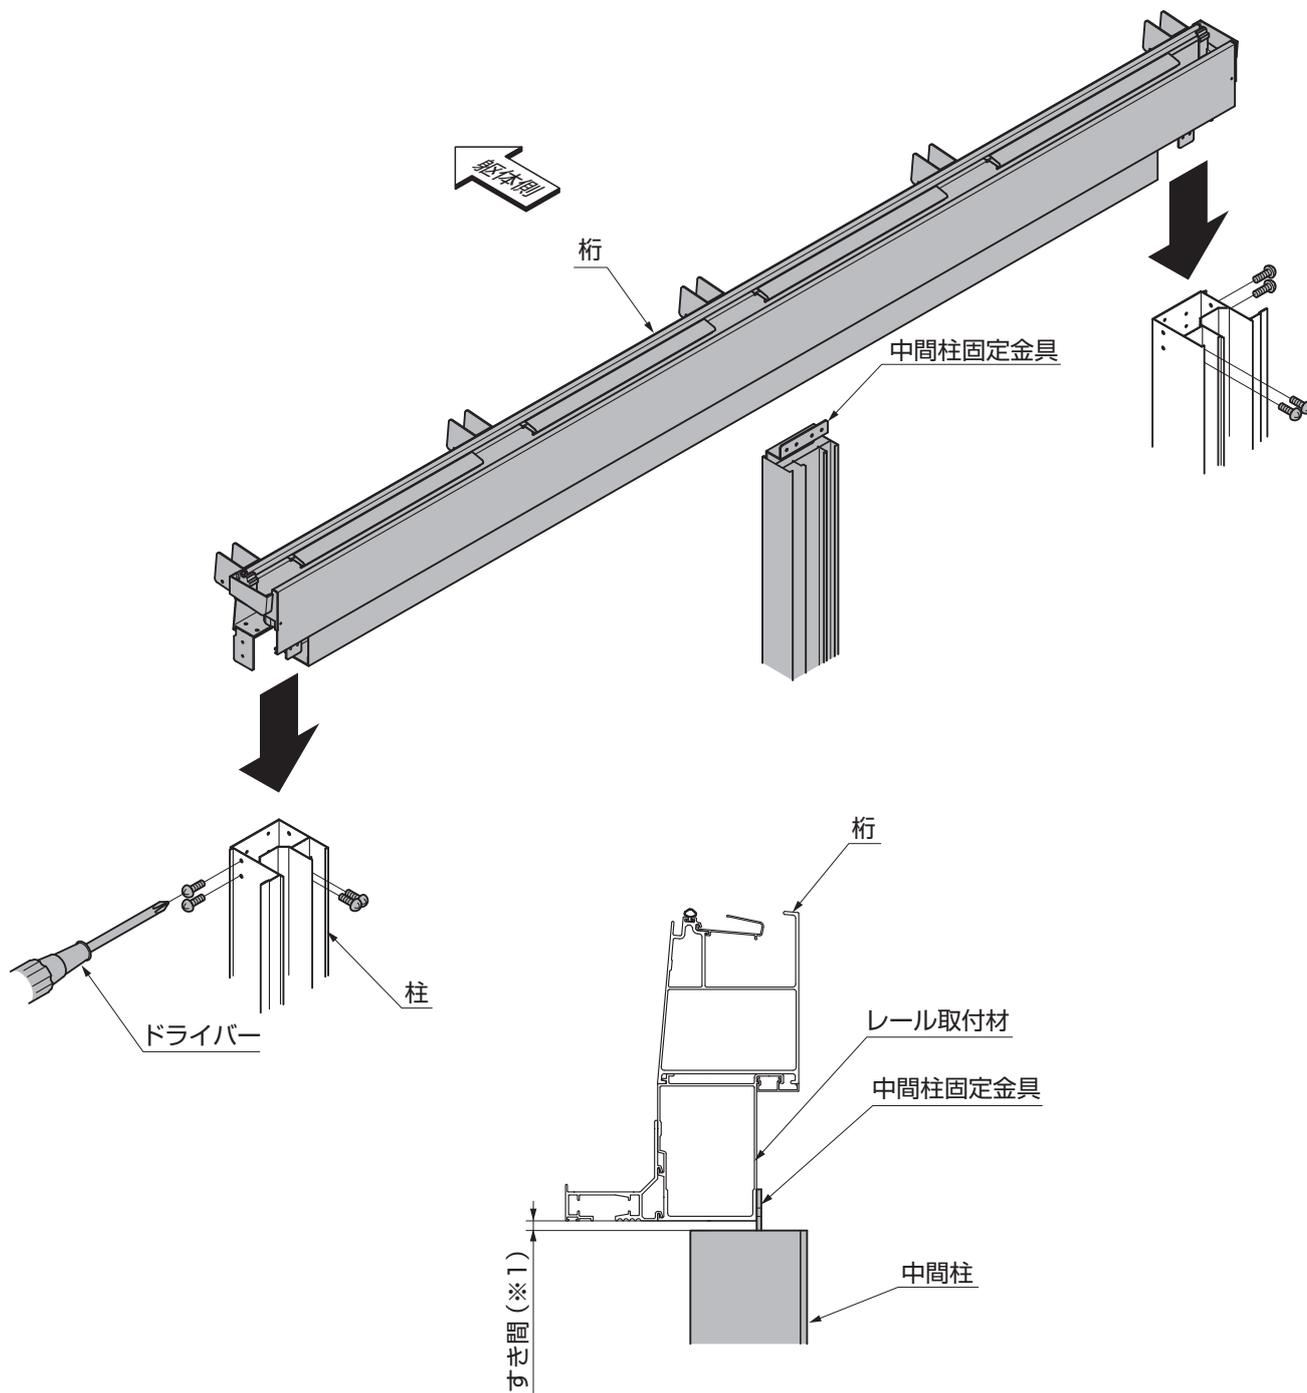

図4-1 上部中間柱の取付け
①柱に桁を取付ける作業時に中間柱もレール取付材へ図4-1のような位置関係に配置してください。
- 中間柱上部とレール取付材の間にすき間(※1)がでる場合がありますが、この時点では問題ありません。(図4-1参照)